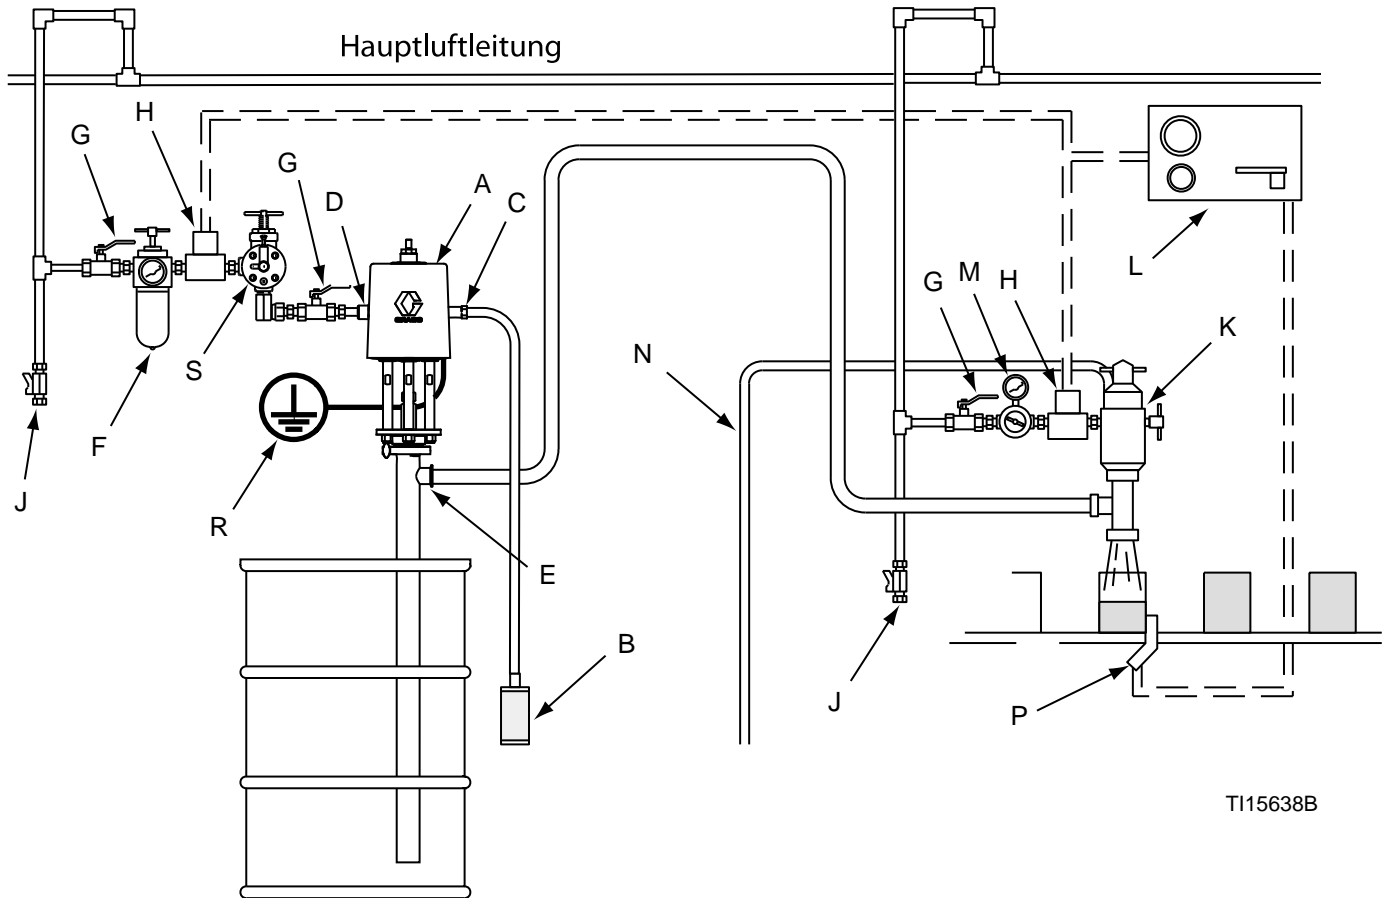

Figure 1 Typische Installation
**Abb. 1** ist lediglich als Anleitung für die Auswahl und die Installation von Systemkomponenten und Zubehör vorgesehen. Ihr Graco-Händler hilft Ihnen gerne bei der Zusammenstellung eines auf Ihre individuellen Anforderungen abgestimmten Systems.